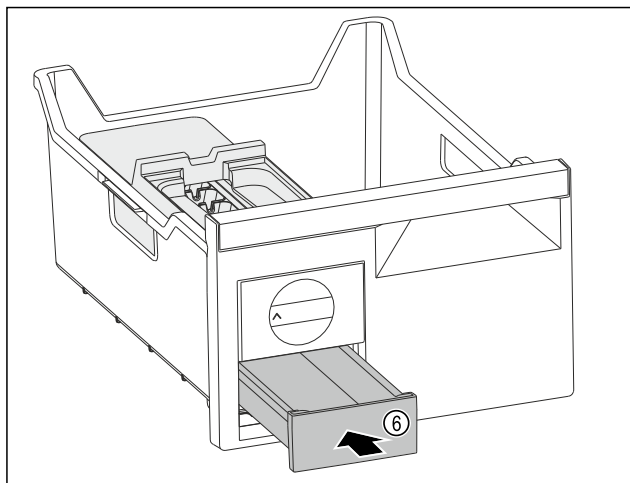

Fig. 125
- ▶ Ijsblokjesvak Fig. 125 (6) inschuiven.